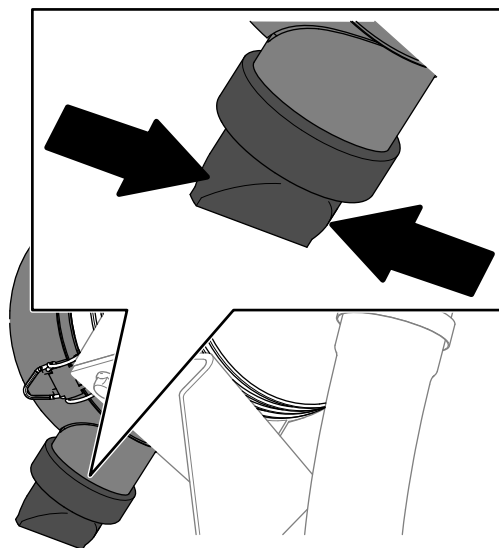

Рисунок 81
5. Сожмите клапан удаления пыли (Рисунок 81).